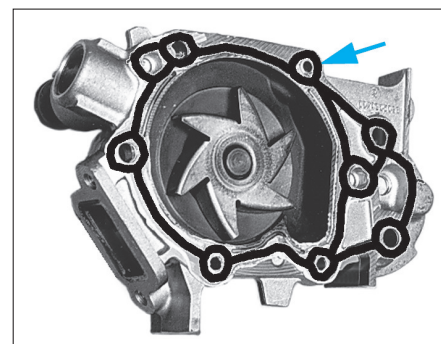

Fig. 66
- Enduire le carter de pompe à eau d'un fin cordon de 1,3 mm de largeur de pâte d'étanchéité (Rhodorseal 5661) (Fig.66).